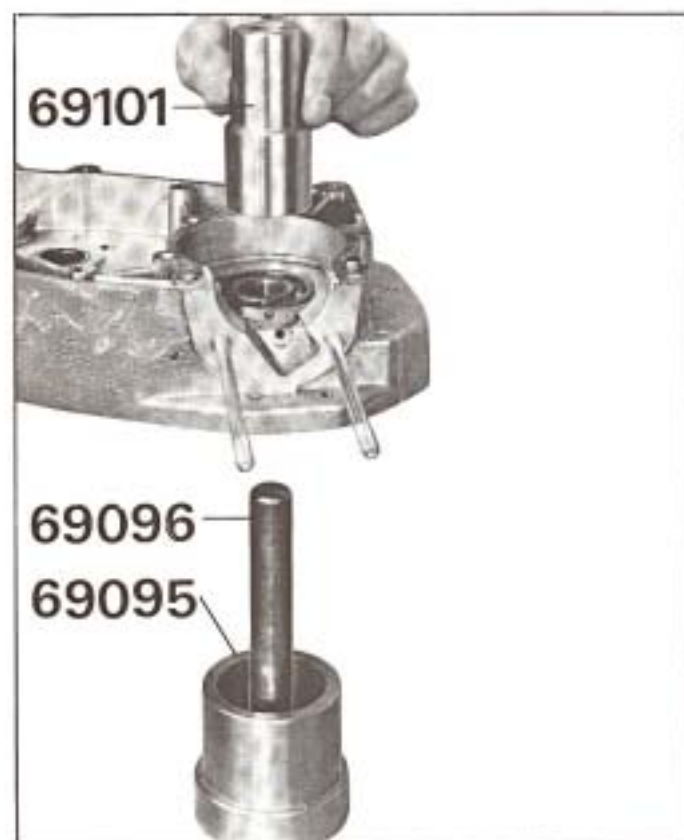

Fig. 43
- Chasser le roulement à l'aide de la chasse 69101, en utilisant le grand diamètre (figure 43).